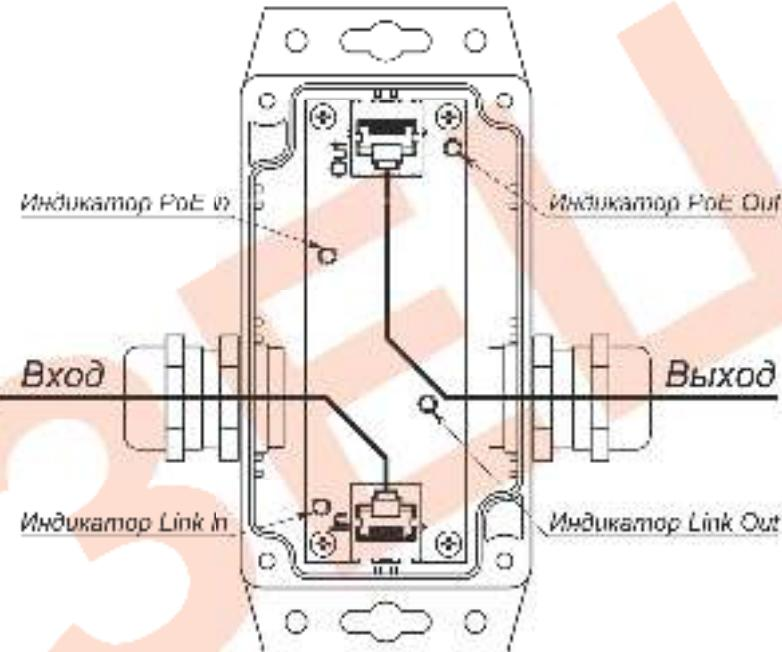

Рис.3 Удлинитель УМЛ-ЭП Усл.1 (крышка не показана)
- Connect the «Entry» and «Exit» 4-pair UTP cat.5e or higher cables to the RJ45 ports on the ULI-EP inst.1 board via the terminal blocks of the housing «Entry» and «Exit» in accordance with Fig.3.
- Назначение индикаторов на плате УЛИ-ЕП исп.1 приведено на рис.3.